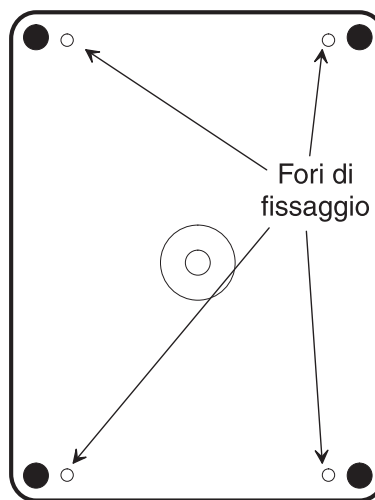

Figura 8. Posizioni dei fori di fissaggio (vista dalla parte posteriore del contenitore del ripetitore).
- 3) Tenere la base contro la superficie di fissaggio e segnare i punti dove praticare i fori per il fissaggio (vedere Figura 8).